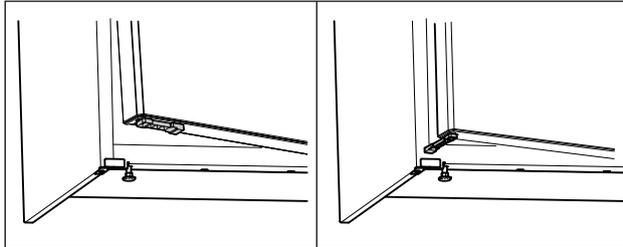

Fig. 58 *
- ▶ Türöffnungsbegrenzer um 90° drehen. (siehe Fig. 58) *